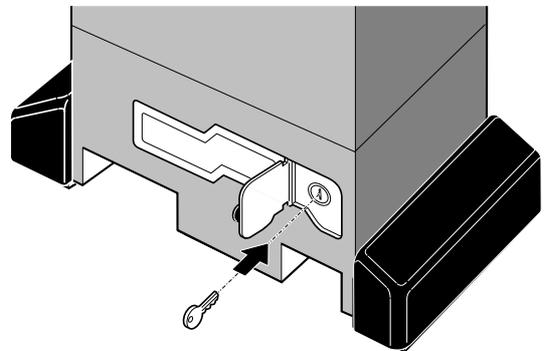

Abb. 1
- 1) Die Schutzklappe öffnen und den mitgelieferten Schlüssel in das Schloß einstecken (Abb.1).